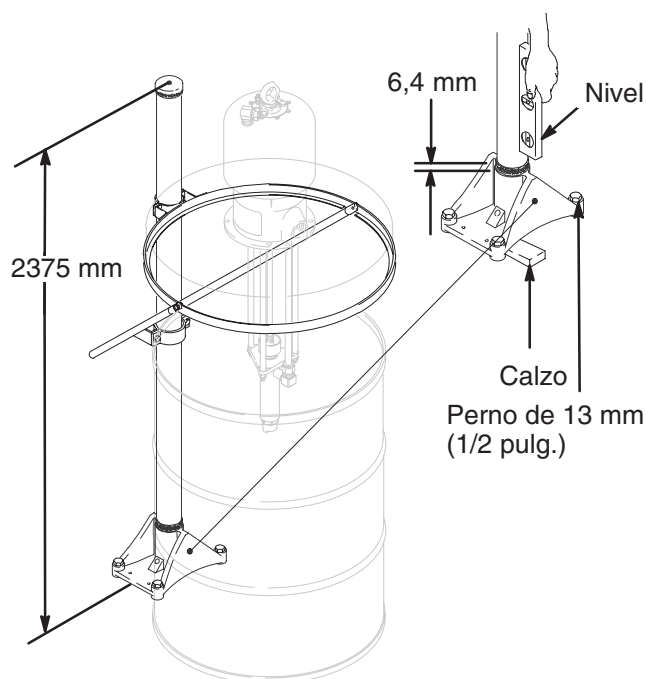

Fig. 2
Coloque el elevador en un lugar donde haya un mínimo de 2,75 m de espacio aéreo. Marque, y perforo, orificios para los pernos de montaje de 13 mm (0,5 pulg.). Vea la Fig. 2 y el diagrama dimensional de la página 15. Nivele la base (17); si fuera necesario, utilice calzos. Sujete la base al suelo usando cuatro pernos de montaje de 13 mm (0,5 pulg.) que sean lo suficientemente largos como para impedir que vuelque el elevador.